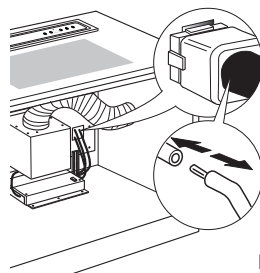

Fig. 3
- Nella connessione a 9 poli accertarsi che i fili siano ben inseriti nel connettore stesso. (In fase di collegamento la troppa pressione esercitata potrebbe piegare i contatti). (Fig. 3)